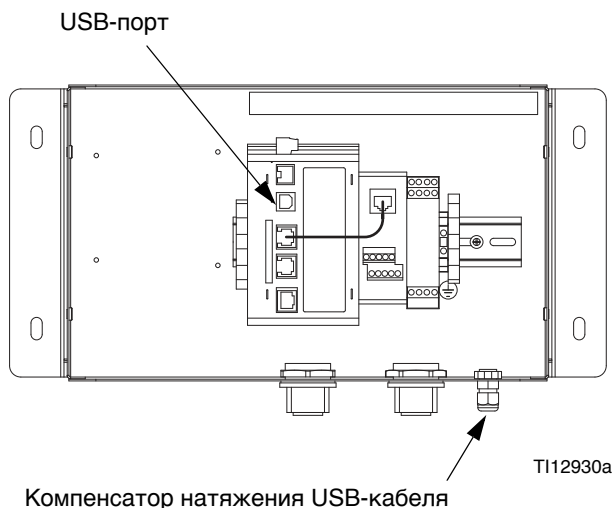

Рис. 13: USB-порт модуля Gateway
1. Вставьте USB-кабель (23, в комплекте) в USB-порт модуля Gateway и USB-порт компьютера. См. Рис. 13.